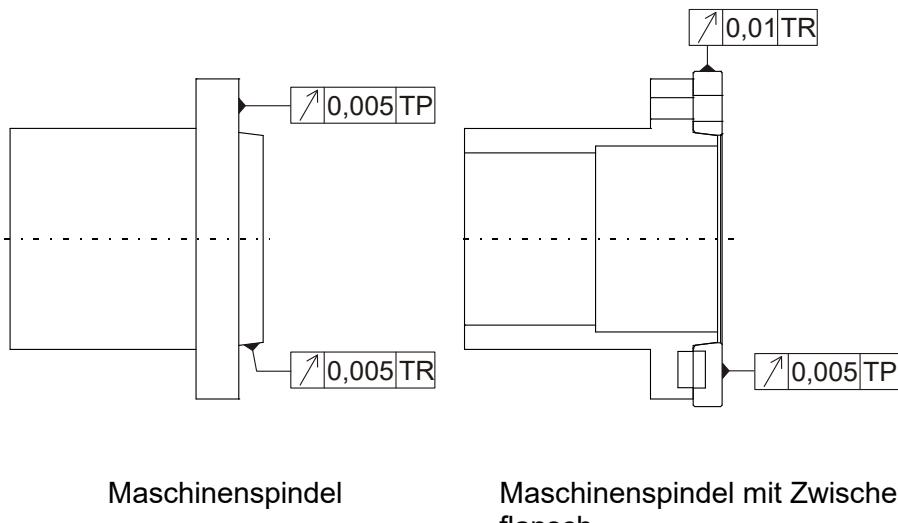

Abb. 3-2: Prüfung von Rund- und Planlauf
- Schritt 2** Bringen Sie das Zugrohr (2) in die vorderste Stellung und schrauben Sie den Adapter (3), nachdem Sie das Gewinde zur Vorbeugung gegen Festrosten/Festfressen mit Kupferpaste eingestrichen haben, auf das Zugrohr.
- Schritt 3** Befestigen Sie den Zwischenflansch (4) auf der Spindel (falls das Futter nicht direkt mit der Spindel verschraubt wird) und prüfen Sie Rund- und Planlauf gemäß Abb. 3-2.
- Schritt 4** Entfernen Sie die Dichtbuchse (1) vom Spannfutter, damit Sie später (siehe Schritt 7) die Nutmutter (5) aufdrehen können.